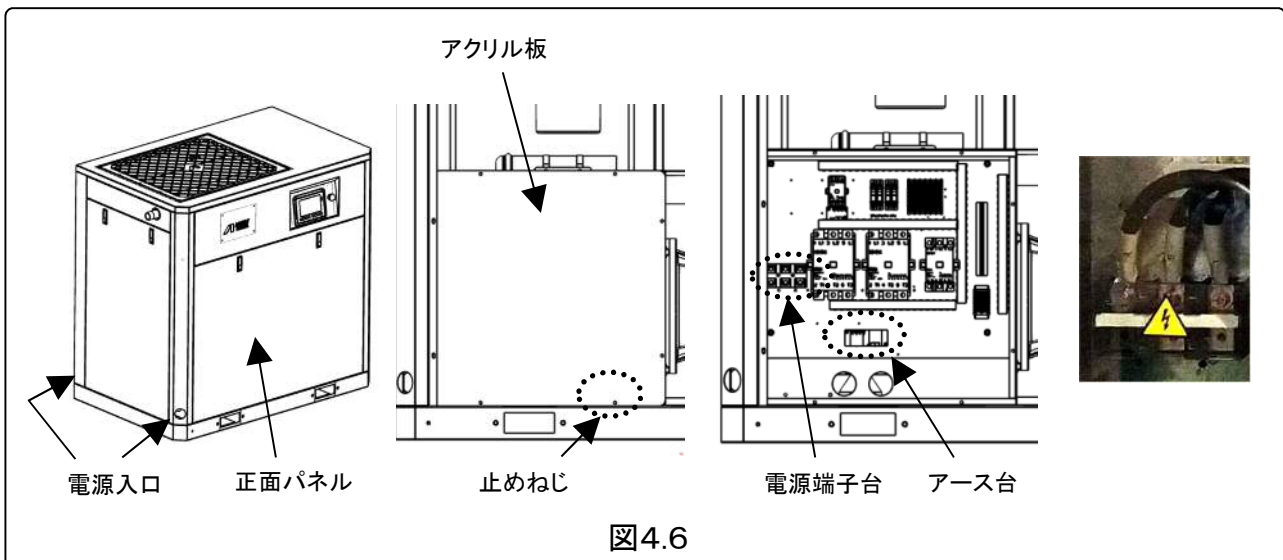

図4.6
- (1) 図4.6を参照のうえ、正面パネルを開けてください。
- (2) 正面左下のアクリル板を外すため、止めねじを外してください。